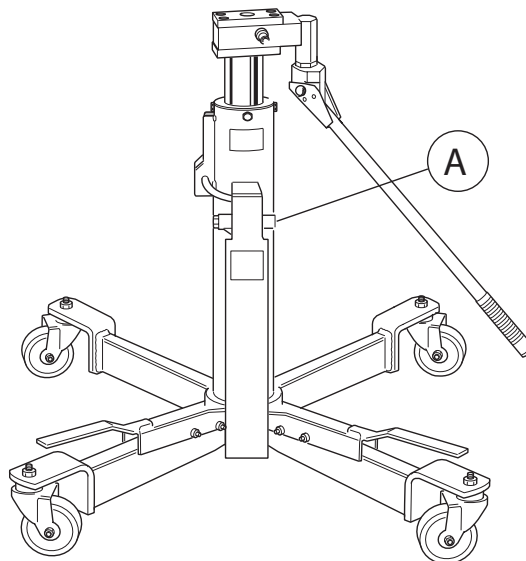

Fig.4
Druckluftanschluß (Abb. 4)
Branchement de l'air comprimé (Fig. 4)
- Retirer la plaque d'élévation en desserrant les quatre boulons de sécurité (Fig. 4).
- Replacer la plaque de levage en utilisant les quatre boulons de sécurité (Fig. 4).